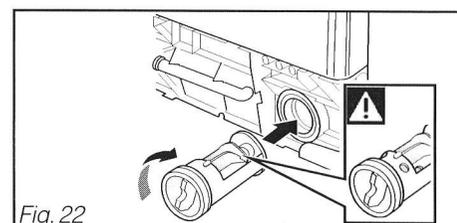

Fig. 22
– Pour le remettre en place, engagez-le en orientant, vers le haut, le petit ergot qui est sur la surface cylindrique (Fig. 22).
– Revissez le bouchon à fond (Fig. 22).